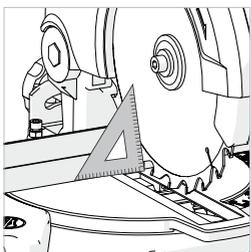
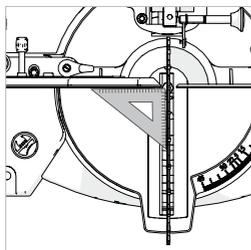

図8
図13
- ・45度三角定規を図13のようにブレード面とベース面にあてます。(定規はTCTチップの凸面を避けてブレード面にびたりとあててください。)ブレード面がターンベースに対して垂直(90度)でないときは調整が必要です。(図8)
- ・ 三角定規 (あるいは曲尺など) をガイドフェンス面とブレード面にあてて精度を点検します。(図13)